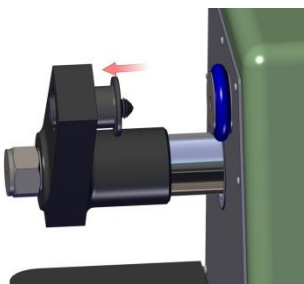
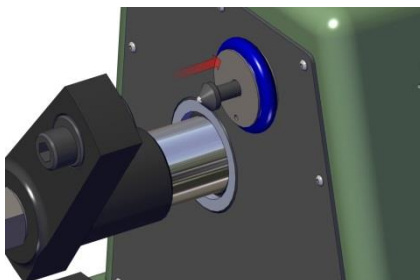
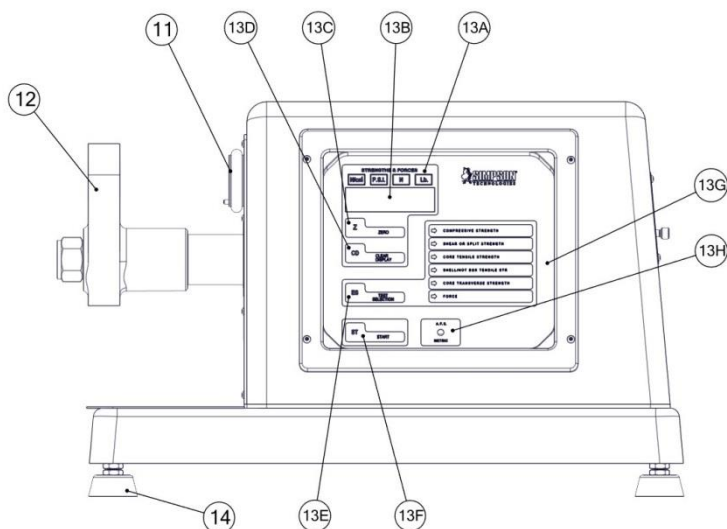

Figura 6.2.1
Figura 6.2.2
Figura 7.3: Vista frontale
3. Dopo cinque secondi circa sul display digitale compare la scritta "HELLO" (Figura 7.3 e 7.4, particolare 13B). Premendo qualsiasi tasto per quattro volte mentre è visualizzata la scritta "HELLO", l'apparecchiatura per testare la resistenza delle terre da fonderia si dispone in modalità di taratura.
4. Quando scompare il messaggio "HELLO" e se è stata scelta la modalità di taratura, sul display digitale compariranno tre messaggi in sequenza: "SET-UP", "CALIb" e "rESET." Si può scegliere la modalità desiderata premendo il tasto "ST - Start" (Figura 7.3 e 7.4, particolare 13F) nel momento in cui il messaggio compare sul display.
5. Selezionare la modalità di taratura seguendo le istruzioni riportate nei punti da 2 a 5 e premere il tasto "ST - Start" (Figura 7.3 e 7.4, particolare 13F) quando appare sul display digitale il messaggio "CALIb" (Figura 7.3 e 7.4, particolare 13B).
6. Il messaggio "HELLO" apparirà di nuovo sul display digitale e le spie di Resistenze e Forze "N/cm²" (Figura 7.3 e 7.4, particolare 13A) inizieranno a lampeggiare. A questo punto premere il tasto "ST - Start". Il messaggio "HELLO" apparirà di nuovo seguito dal numero "0" a indicare che l'apparecchiatura è stata azzerata. La spia "N" (Newton) (Figura 7.3 e 7.4, particolare 13A) inizierà a lampeggiare.
8. Sostituire gli accessori con la sfera di supporto regolabile e la sfera di supporto fissa in dotazione con la cella di carico meccanica, modello 42125. Il supporto regolabile va inserito sul braccio di serraggio mobile (Figura 7.3, particolare 12) facendolo scorrere delicatamente nell'apposito foro (vedi Figura 6.2.1). È estremamente importante che i supporti per la taratura e i supporti conici siano puliti e privi di residui di terra. Inserire la sfera di supporto fissa nel foro posto al centro del supporto-morsa fisso (Figura 7.3, particolare 11) (vedi Figura 6.2.2 e 6.2.3).
11. Montare la cella di carico tra il supporto-morsa fisso (Figura 7.3, particolare 11) e il braccio di serraggio mobile (Figura 7.3, particolare 12) (vedi Figura 6.2.4).
14. Dopo aver raggiunto la corretta flessione 0,01 mm sulla cella di carico meccanica, controllare visivamente che sul display digitale (Figura 7.3 e 7.4, particolare 13B) sia riportato il carico esatto in Newton. Se il valore non è corretto, è possibile regolare il display come indicato al punto 15; altrimenti passare al punto 16.
- » Aumento rapido – Premere il tasto "Z - Zero" (Figura 7.3 e 7.4, particolare 13C)
- » Diminuzione rapida – Premere il tasto "ES - Test Selection (Selezione Prova)" (Figura 7.3 e 7.4, particolare 13E)
- » Aumento lento – Premere il tasto "CD - Clear Display (Cancella Display)" (Figura 7.3 e 7.4, particolare 13D)
3. Dopo circa cinque secondi apparirà sul display digitale la scritta "HELLO" (Figura 7.3 e 7.4, particolare 13B). Premendo qualsiasi tasto per quattro volte mentre è visualizzato il messaggio "HELLO", l'apparecchiatura per testare la resistenza delle terre da fonderia si setterà sulla modalità di taratura.
4. Quando il messaggio "HELLO" scompare e se si è scelta la modalità di taratura, sul display digitale compariranno in sequenza tre messaggi: "SET-UP," "CALib" e "rESET." Scegliere la modalità desiderata premendo il tasto "ST - Start" (Figura 7.3 e 7.4, particolare 13F) nel momento in cui compare la relativa scritta sul display.
5. La funzione "SET-UP" definisce il contenuto dei registri dell'apparecchiatura per testare la resistenza delle terre da fonderia. Per selezionare la funzione "SET-UP" premere il tasto "ST - Start" (Figura 7.3 e 7.4, particolare 13F) mentre la scritta "SET-UP" è visualizzata sul display digitale. Dopo aver premuto il tasto, il display visualizzerà la scritta "HELLO" seguita poi da coppie di numeri: la prima cifra da sinistra sul display digitale rappresenta il numero di registro e l'ultima cifra del display rappresenta il contenuto del relativo registro. I valori del contenuto devono corrispondere alla seguente tabella: